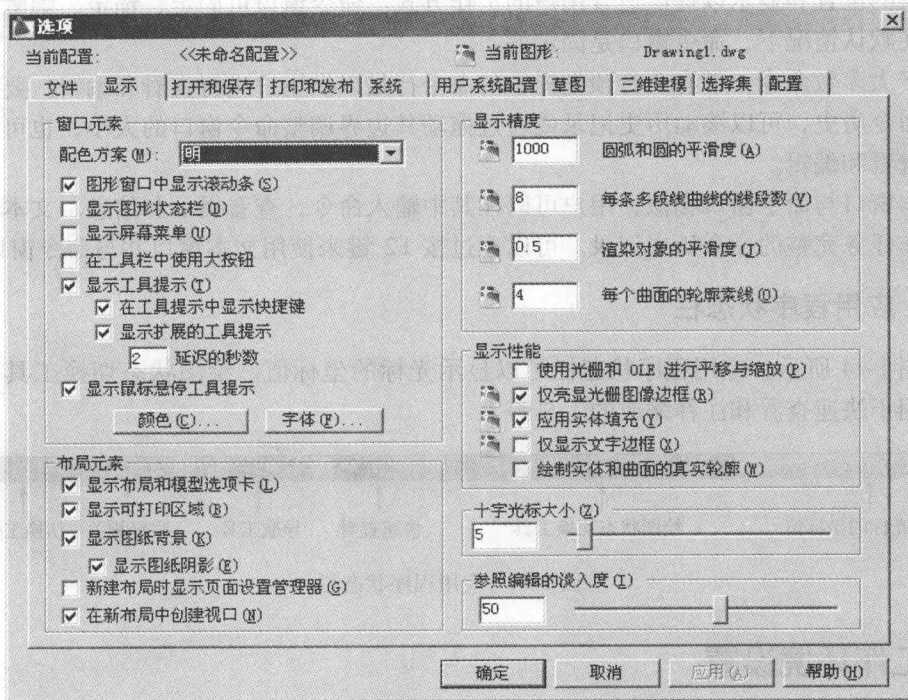

图 1-15 “选项”对话框
命令调用后将弹出“选项”对话框（图 1-15）。该对话框包含“文件”、“显示”、“打开和保存”、“打印和发布”、“系统”、“用户系统配置”、“草图”、“三维建模”、“选择集”、“配置”，共 10 个选项卡，下面介绍几个常用的设置。
- 1) 选择“选项”对话框中的“显示”选项卡（图 1-15）。